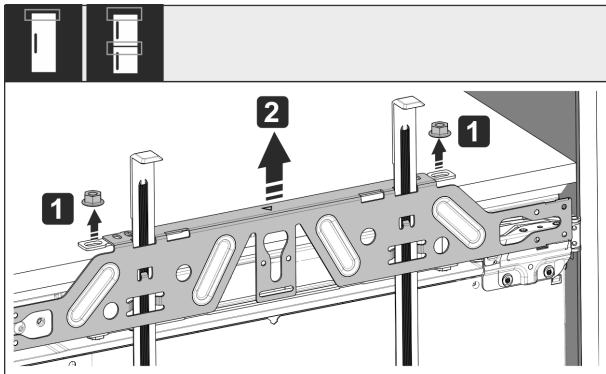

Fig. 50
- Ослабте контргайки Fig. 50 (1).
- Зніміть кріпильну поперечку Fig. 50 (2).